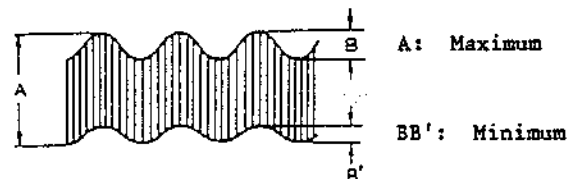

Abb. 3-13
- 6) Die drei (3) Schrauben (A), (B) und (C) so einstellen, daß der Audio-Ausgang ein Maximum annimmt und linear verläuft (ohne Schwankungen) (siehe Abb. 3-13).